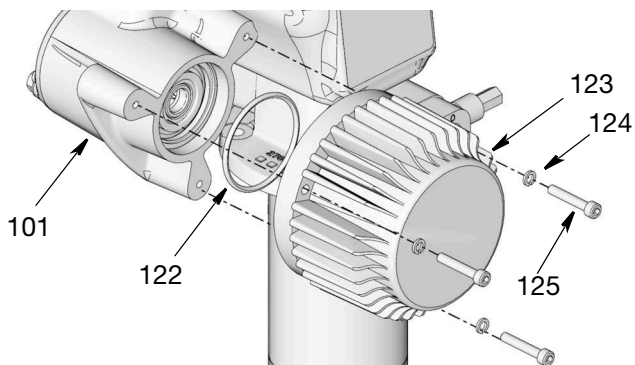

图 22
- a. 拆下将电机(123)固定到齿轮箱壳体(101)的螺丝(125)和垫圈(124)(图22)。
- d. 检查 O 形圈(122)是否在电机(123)中正确就位(图22)。
- e. 使用螺丝(125)和垫圈(124)重新将电机(123)安装到齿轮箱(101)中。用扳手紧固螺丝。用 12-14 英尺磅(16-19 牛·米)的扭力拧紧(图22)。